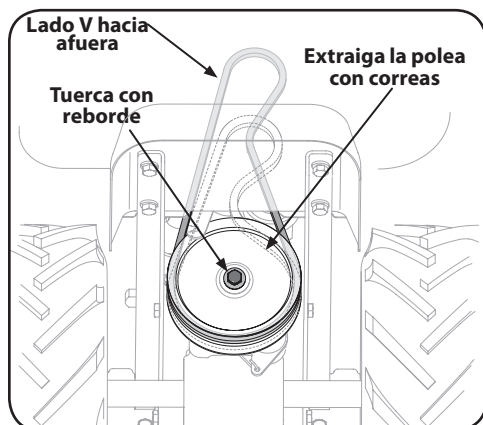

Figure 5-5
- Extraiga la tuerca de brida que sujeta la polea de transmisión, luego retire la polea junto con las dos correas. Vea la Figure 5-5.